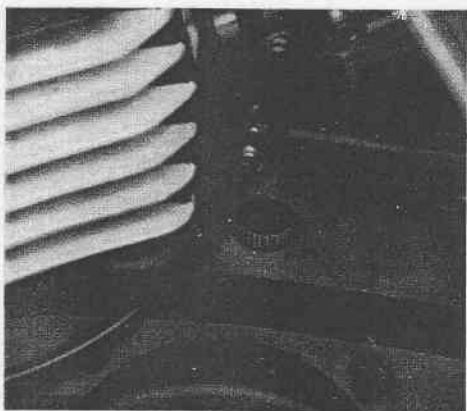

Fig. 9 - Tappo carico olio motore
- togliere il tappo di carico dell'olio posto sulla parte superiore destra del motore (Fig. 9)
— svitare di 2 o 3 giri la vite livello olio (Fig. 11) e versare dal tappo di carico (Fig. 9) Kg. 1,350 di MOTOR OIL SAE 30 (FIAT VS 30).